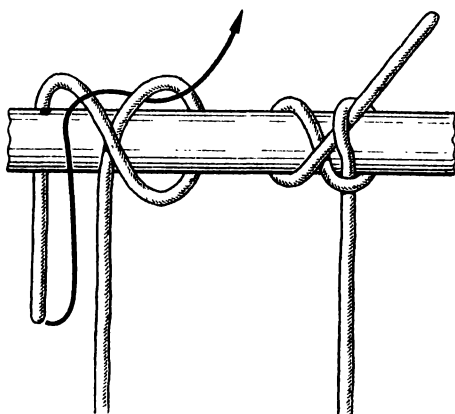

Рис. 54. Пикетный узел
**Пикетный узел** (рис. 54). Этот узел чем-то напоминает выбленочный, хотя его схема иная. Он может быть применен для тех же целей. Очевидно, свое название он получил от того, что им привязывали к стоякам трос, когда делали пикеты.